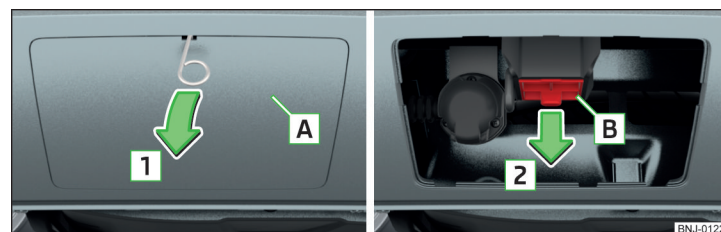

Fig. 154 Demontarea măștii: la bara de protecție spate/pentru locașul de fixare
- Scoateți masca locașului de fixare [A] în sensul săgeții [1] » fig. 154 cu ajutorul bridei pentru extragerea capacelor integrale de roată din trusa de scule.
- Montați capacul **B** » fig. 154 la pagina 123 în sens opus săgeții **2**.
- Aplicați capacul **A** » fig. 154 la pagina 123 la „cărligile” din partea de jos a barei de protecție.